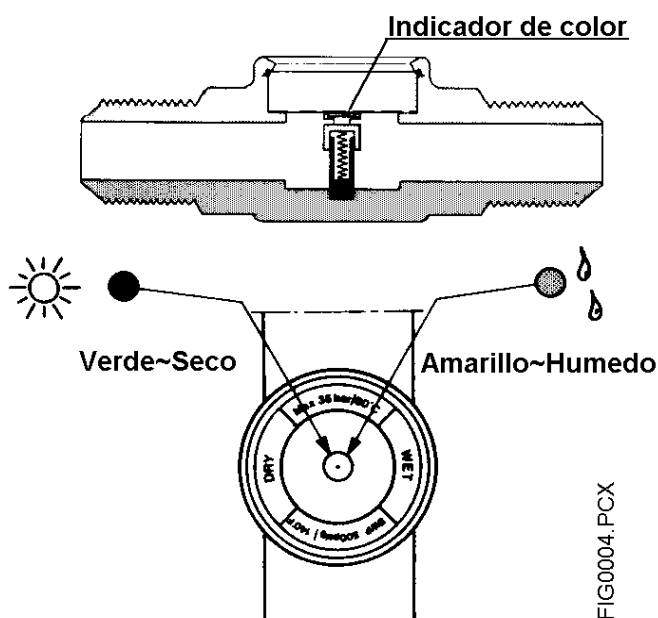

Figura A-10. Visor de líquido e indicador de humedad
A.3.2.5 Visores de líquido e indicadores de humedad (Figura A-10)